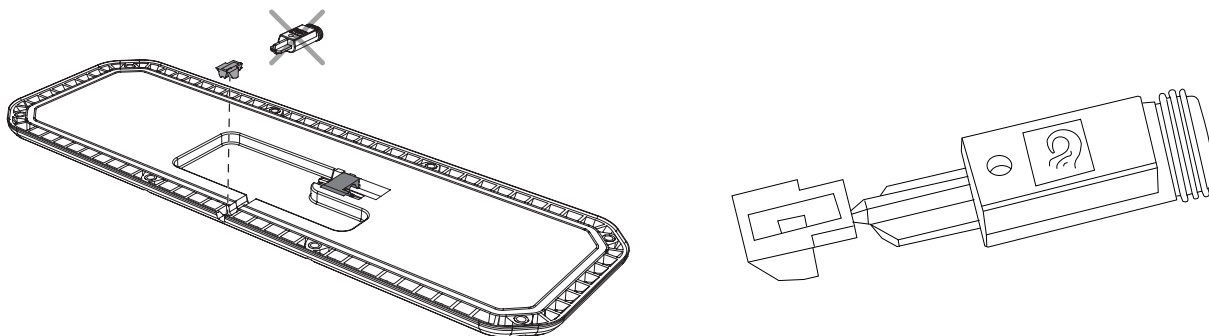

Imagen 63. Montaje del tapón para sellar el UCU.
4. Suelte con cuidado la parte exterior del tapón y encaje la toma. Imagen 63